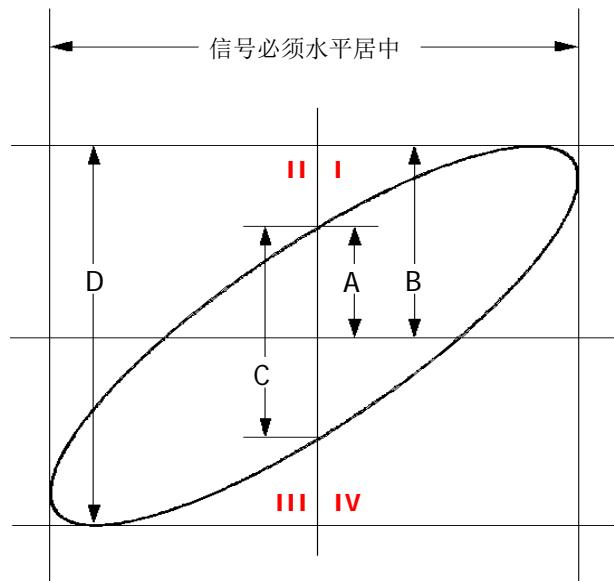

图 3-2 相位差的测量原理图
4. 观察上图的测量结果, 并根据相位差测量原理图 (图 3-2) 可得  $A/B(C/D)=1$ , 即两个通道输入信号的相差角为  $\theta=\pm\arcsin 1=90^\circ$ 。